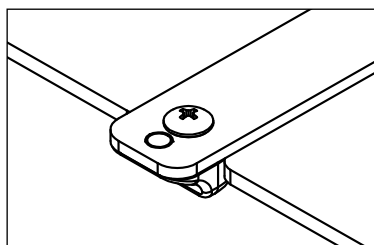

Fig. 2
2. Sätt in ändarna på 2 positioneringsstavar i Varian Exact®-kompatibla referenshål på CT-överlägget på ett avstånd av 1260 mm (normalt 9 referenshål) från varandra och snäpp fast positioneringsstavarna. (Fig. 2 och 3)